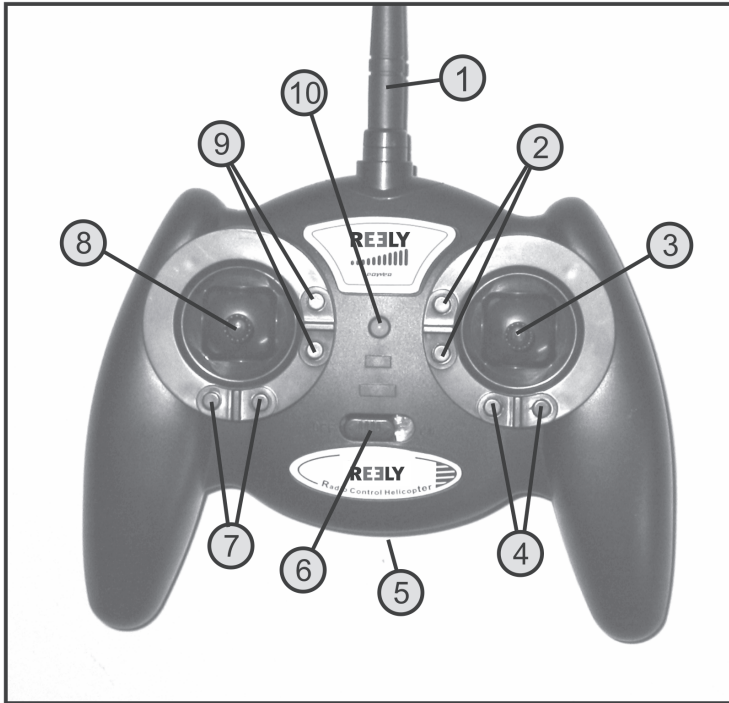
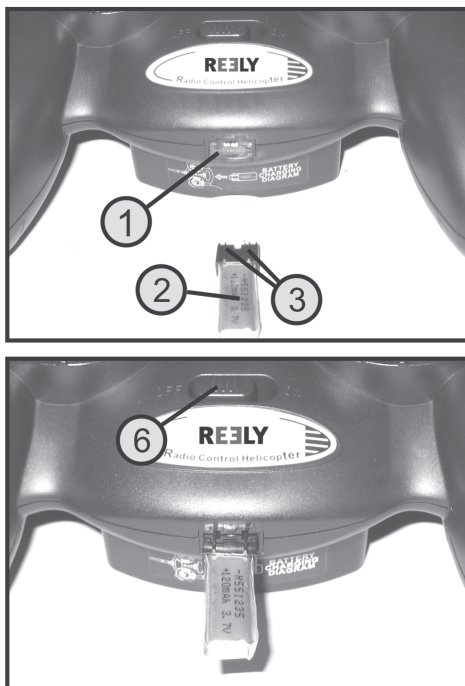

Figure 1
Figure 4
Déplacez le levier de commande pour les fonctions Pas et Arrière (voir également figure 1, pos. 8) complètement vers vous dans la position la plus basse.
Poussez l'interrupteur de fonctionnement (voir également figure 1, pos. 6) de la position gauche « OFF » (Arrêt) vers la droite, en position « ON » (Marche).
Le voyant à DEL (voir également figure 1, pos. 10) s'allume en rouge et signale ainsi que l'alimentation électrique de l'émetteur est suffisante.
Après avoir inséré la batterie de propulsion dans l'émetteur (voir figure 4, image du bas), allumez l'émetteur en actionnant l'interrupteur de fonctionnement (voir également figure 1, pos. 6).
Le voyant à DEL de l'émetteur (voir également fig. 1, pos. 10) clignote, d'abord en rouge puis en vert au bout d'env. 3 secondes.
Déplacez le levier de commande pour les fonctions Pas et Arrière (voir également figure 1, pos. 8) dans la position la plus basse puis allumez l'émetteur.